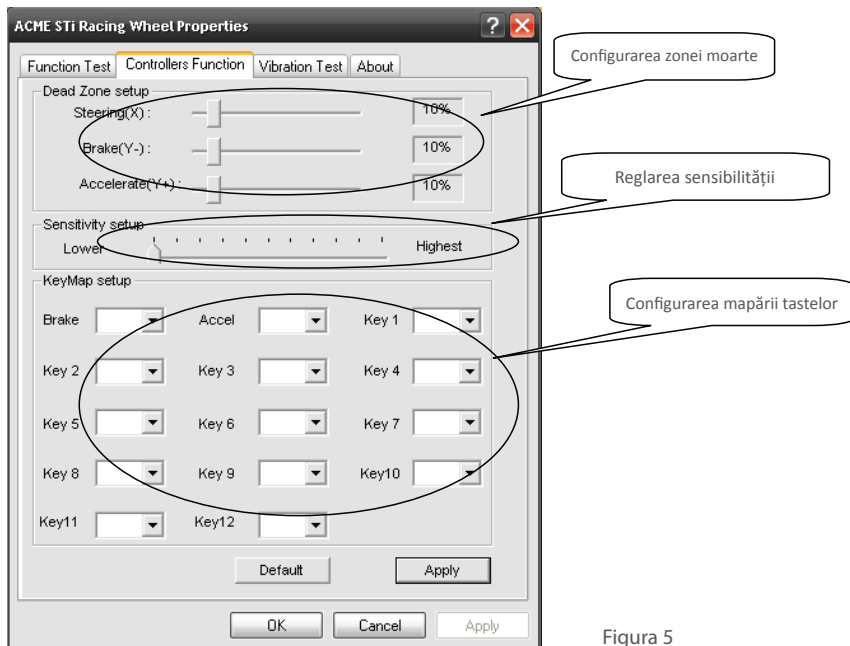

Figura 5
- Puteți seta zona moartă originală pentru direcția roților (axa X), accelerație (axa+Y), frână (axa-Y) așa cum este prezentat mai jos. (Consultați figura 5 „Configurarea zonei moarte”.)
- Sensibilitatea roților poate fi reglată în diferite grade de la mică la mare, așa cum este prezentat mai jos. (Consultați Figura 5 „Setarea sensibilității”.)
- Accelerația roților, frâna și tasta 1 până la tasta 12 sunt interschimbabile (maparea tastelor). (Consultați Figura 5 „Configurarea și maparea tastelor” prezentată mai jos.)